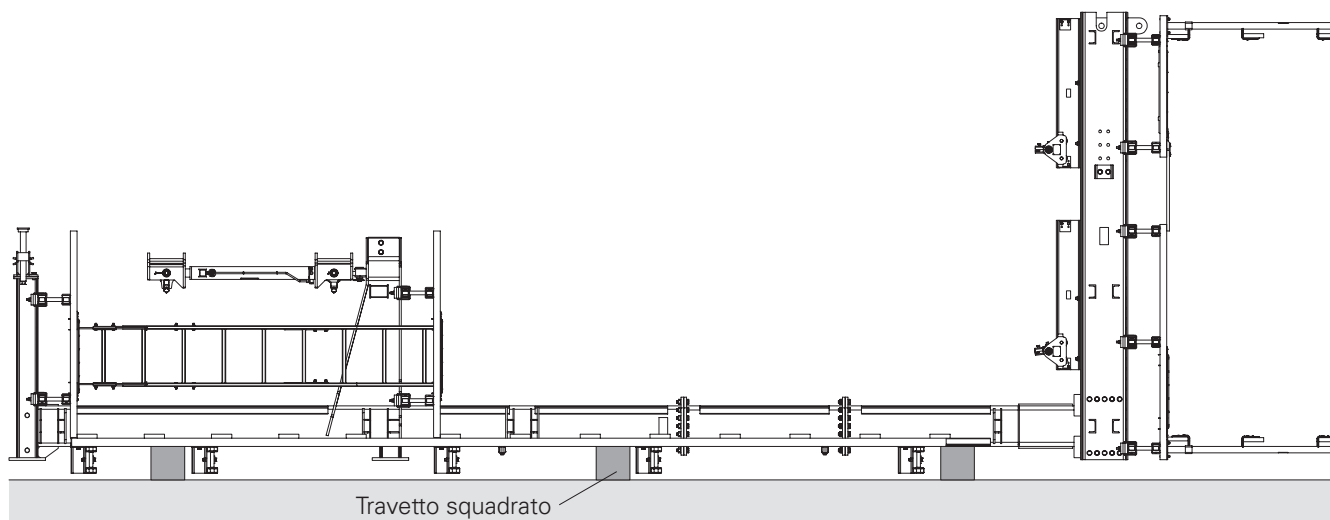

Fig. E3.03
11. Agganciare la piattaforma di servizio (livello 0) alla gru, svitare le connessioni alla mensola e smontare. (Fig. E3.03)